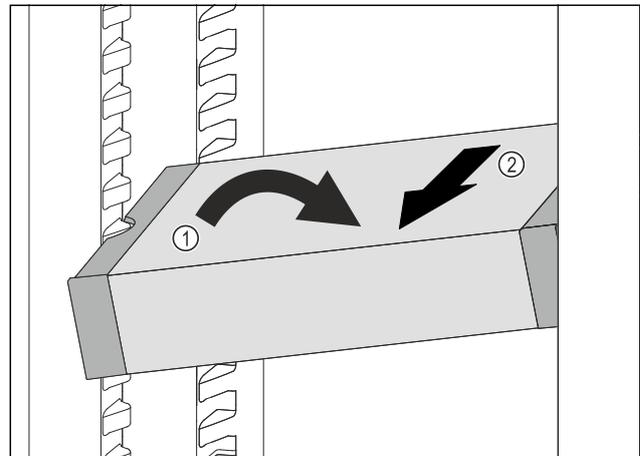

Fig. 51
- ▶ VarioSafe im Kühlteil schräg stellen. Fig. 51 (1)
- ▶ VarioSafe nach vorne entnehmen. Fig. 51 (2)